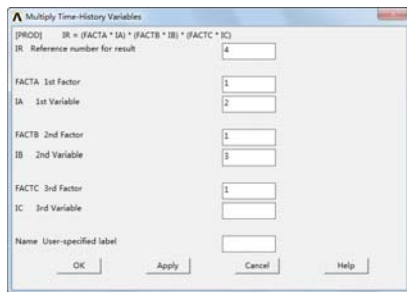

图 11-50 Multiply Time-History Variable 对话框
⑨依次选择 Main Menu→TimeHist Postpro→Math Operations→Multiply，会弹出“Multiply Time-History Variable”对话框，如图 11-50 所示，在“IR Reference number for result”输入框输入 4，在“IA 1st Variable”输入框输入 2，在“IB 2nd Variable”输入框输入 3，其余采用默认设置，单击“OK”按钮关闭该对话框。